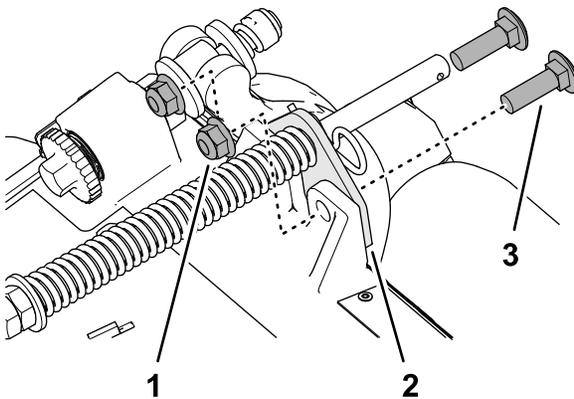

Figura 18
2. Rimuovete i 2 dadi di bloccaggio flangiati ($\frac{3}{8}$ " e i 2 bulloni a testa tonda ($\frac{3}{8}$ " x $1\frac{1}{4}$ ") che fissano la staffa di compensazione per il manto erboso al telaio dell'apparato di taglio (Figura 18).